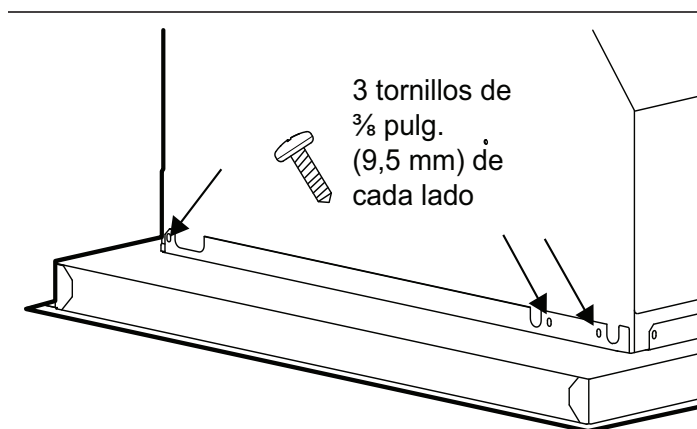
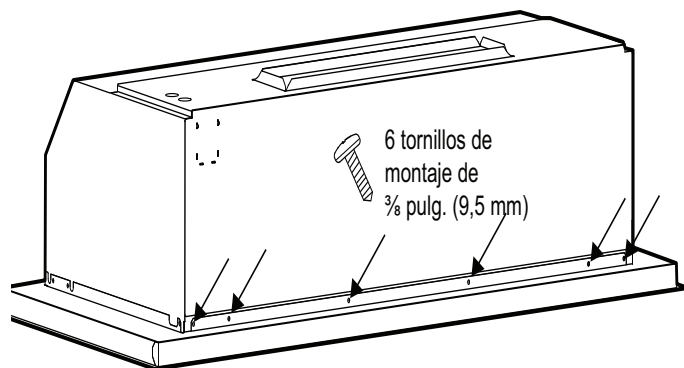

Figura 34: Sujeción de las partes laterales del marco
Figura 35: Tornillos traseros
- b) Sujete el marco a ras de la parte inferior del armazón. Sujételo a la campana con dieciocho tornillos de $\frac{3}{8}$ pulg. (9,5 mm), como se muestra en la Figura 34 y la Figura 35.